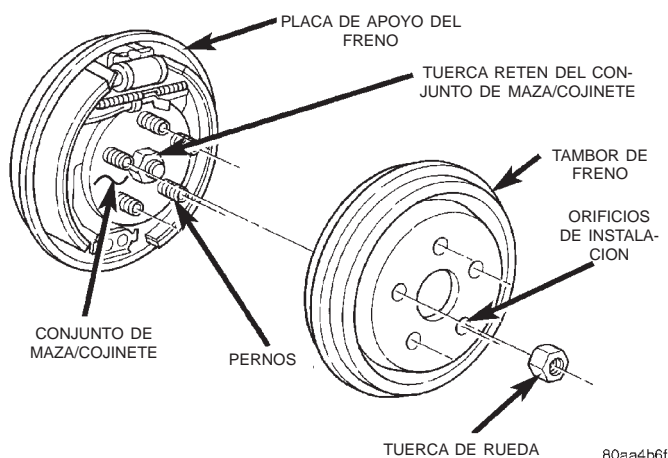

Fig. 80 Tambor trasero y maza/cojinete
(1) Eleve el vehículo sobre gatos fijos o céntralo sobre un elevador. Consulte Elevación en la sección de Lubricación y mantenimiento de este manual.
(2) Retire del vehículo los conjuntos de ruedas y neumáticos traseros.
(3) Retire los collarines de retención del tambor de freno trasero en la maza (si estuvieran instalados).
(4) Retire el tambor de freno trasero del conjunto de maza/cojinete trasero (Fig. 80).